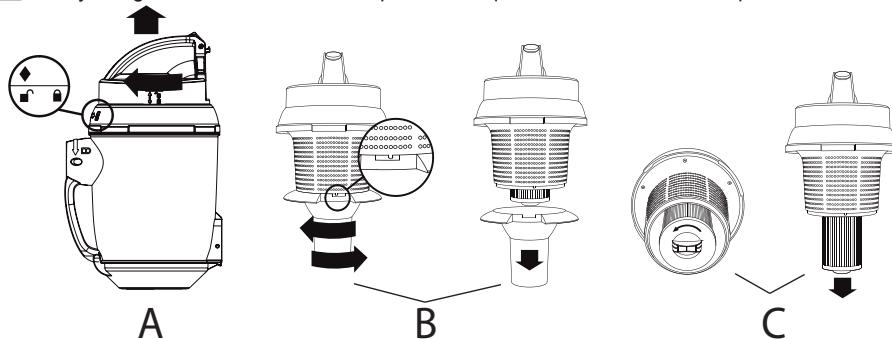

Figure 11
⚠ Attention: Ne verrouillez pas le deuxième filtre (C) (voir figure 11) au collecteur de poussière. Cela se fait automatiquement quand vous remplacez et verrouillez le couvercle (A).